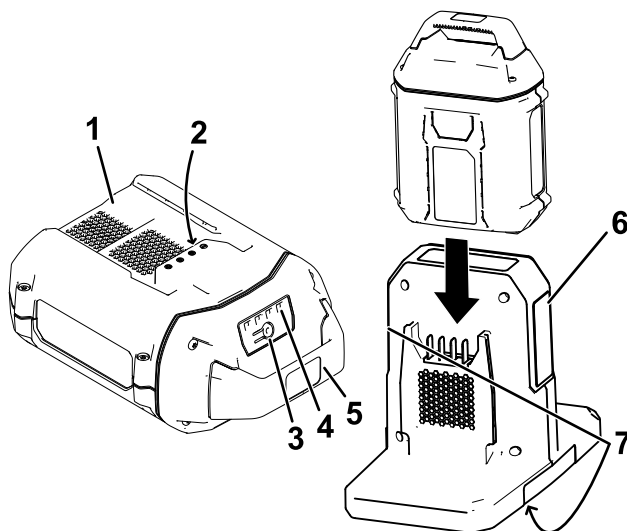

Bild 3
2. Fluchten Sie das Loch im Akku (Bild 3) mit der Zunge am Ladegerät aus.
3. Schieben Sie den Akku in das Ladegerät, bis es einrastet (**Bild 3**).